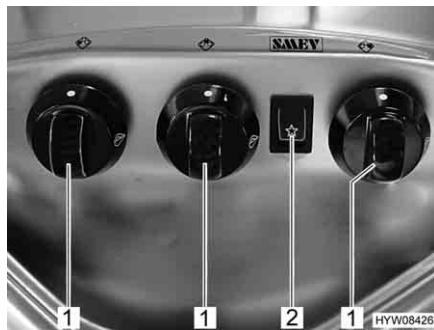

Fig. 97 Elementi di comando del fornello a gas
- Ruotare il pomello girevole (Fig. 97,1) dell'impianto a fiamma libera desiderato in posizione accesa (fiamma alta).
- Premere l'interruttore a bilico (Fig. 97,2). Sul bruciatore vengono prodotte scintille.